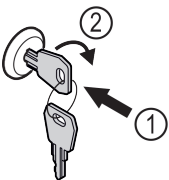

Fig. 161 Зображення для прикладу
- ▶ Вдавити ключ Fig. 161 (1).
- ▶ Повернути ключ на 90° за годинниковою стрілкою Fig. 161 (2).